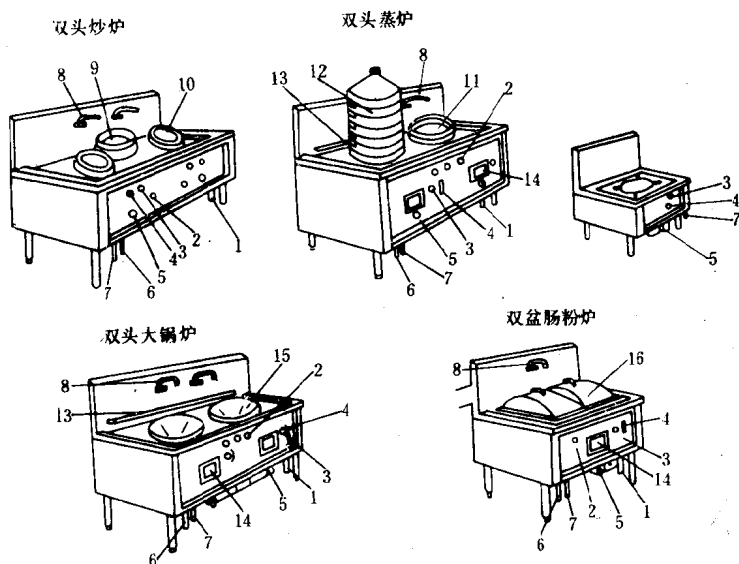

图 1—1 各种不同用途鼓风柴油炉结构图
鼓风柴油炉又名滴油炉，是以0号柴油为燃料的烹饪加热设备。此炉的品种规格较多，有炒炉、蒸炉、平头炉、大锅炉、肠粉炉、煲仔炉等。图1—1是各种不同用途的炉具的结构图。在饮食业中，可以根据此炉的不同规格用途，运用各种烹调方法，进行炒、焖、蒸、炖、炸等，烹制各种菜肴。
(1) 鼓风柴油炉的结构及简要工作原理。如图 1—1，鼓风柴油炉主要是由炉体、炉胆、鼓风机、输油管、输水管、限油阀、空气阀等组成。炉胆内有多个小气孔，一个出油孔在炉胆底部。工作时，鼓风机送出的强大风力从气孔喷出，使点燃的柴油汽化而产生高温火焰。火焰的大小可通过调节空气阀、限油阀来实现控制。
(2) 鼓风柴油炉的使用方法及注意事项。